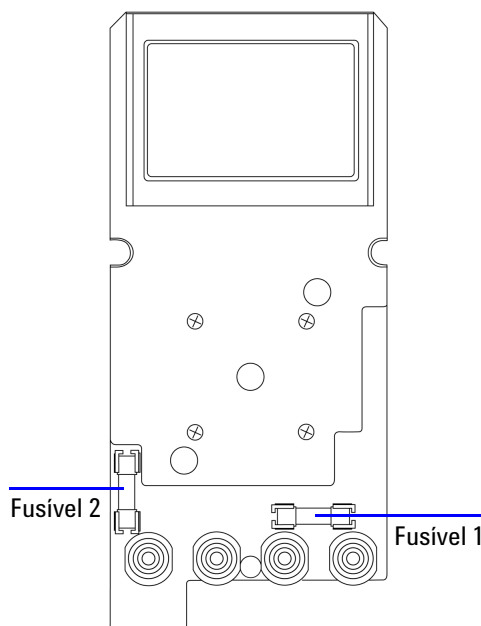

Figura 6-3 Troca do fusível
- 4 Retire a placa de circuito como na Figura 6-3